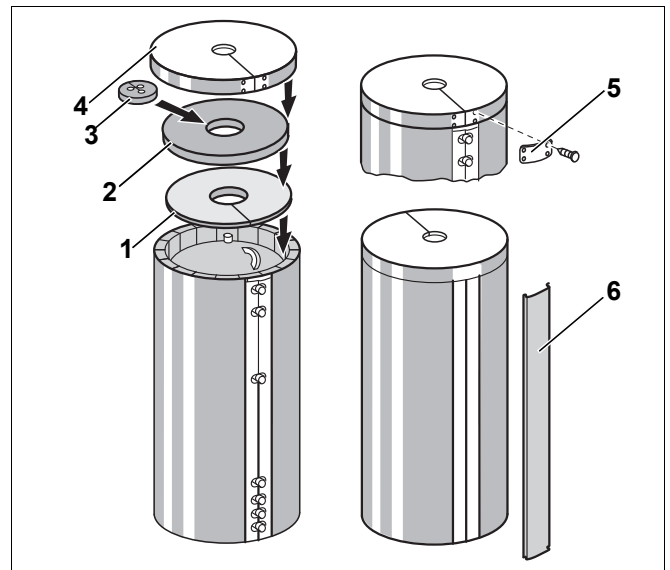

Рис. 10 Монтаж теплоизоляции (схематическое изображение)
- Нажмите на соединительную планку (рис. 10, [6]) на передней стороне над замыкающей рейкой теплоизоляционного мата.
- Уложите верхние теплоизоляционные круги (рис. 10, [1] и [2]) так, чтобы более толстый круг (рис. 10, [2]) накрывал теплоизоляционный мат.
- Вставьте закладную деталь (рис. 10, [3]) с вырезами для подключений бака.
- Наденьте крышку бака (рис. 10, [4]) на теплоизоляционный круг и теплоизоляционный мат.